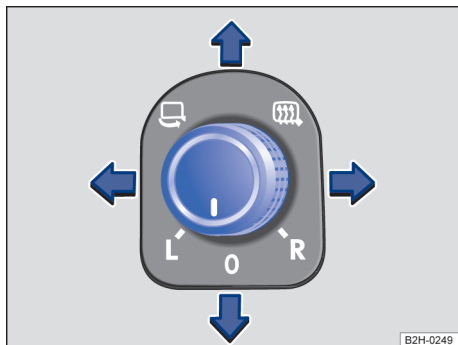

Fig. 92 En la puerta del conductor: mando giratorio de los retrovisores exteriores.
2. Gire el mando situado en la puerta del conductor hasta el símbolo deseado → **fig. 92**.